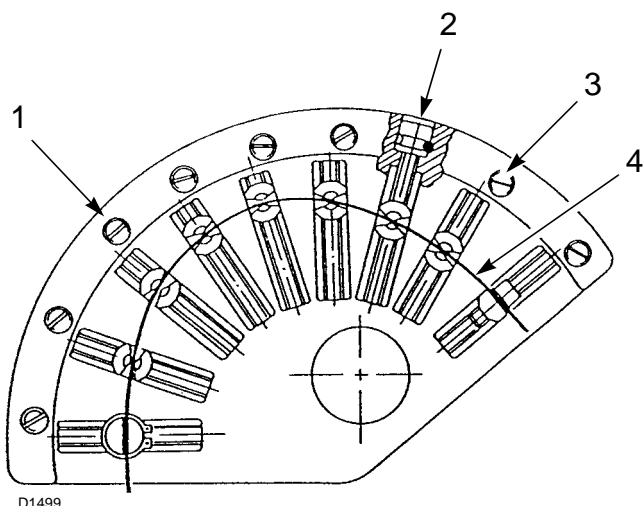

Abb. 31
Das Anfangsprofil des Nocken 1)(Abb. 31) über die Schrauben 2)(Abb. 31) verändern.
Für eine bessere Wiederholbarkeit der Einstellung kann die Drehung der Nockengruppe gestoppt werden, wenn das obere Lager, das auf Profil 4)(Abb. 31) gleitet, mit einer der Stellschrauben 2)(Abb. 31) gefluchtet ist.
Die gewählte Schraube 2)(Abb. 31) fest- oder losschrauben, um den Luftdurchsatz zu erhöhen bzw. zu verringern, so dass er dem entsprechenden Gasdurchsatz angepasst ist.
Nach Durchführung der Leistungseinstellungen (Höchstleistung, Mindestleistung, Zwischenwerte), müssen alle Stellschrauben der Luft 2)(Abb. 31) mit den Sperrschrauben 3)(Abb. 31) blockiert werden, so dass mögliche Verschiebungen aus den für Luft/Gas eingestellten Positionen verhindert werden.
Legende (Abb. 31)
betätigen Sie die Schraubregler 2)(Abb. 31) nach dem Lockern der Schrauben 3)(Abb. 31).
die Stellschrauben 2)(Abb. 31) nach dem Lockern der Schrauben 3)(Abb. 31) betätigen.
- Nehmen Sie die Einstellung des Luftdurchsatzes mittels Einstellung des Nockens mit variablem Profil durch Betätigen der Schrauben 2) (Abb. 31).
- Vergessen Sie nach Erzielung der optimalen Einstellung nicht, die Stellschrauben der Nockenprofile mittels der Schrauben 3) (Abb. 31) festzuziehen.